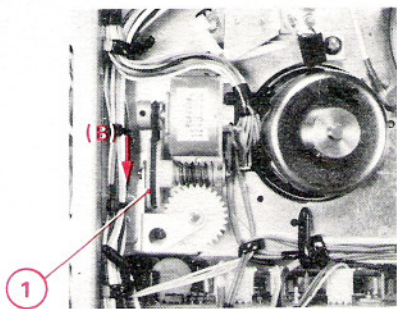

fig. 4
- Tourner manuellement la poulie (1) dans le sens de la flèche (B) jusqu'au déchargement total de la bande - fig. 4.